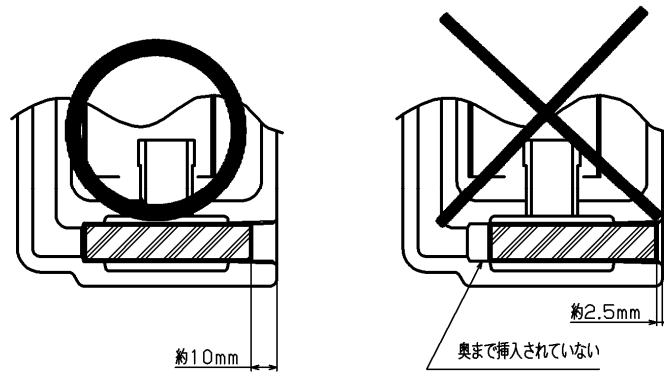

図4
- (1) 六角ボルト⑬を取り外し、ふた②を持ち上げれば各部品が取り出せます。
- (2) ふた②よりスピンドル⑧を引き抜いて、レバーP ⑥及びバケットP ③を外します。
- (3) スクリーン⑨は、プラグ⑫を外して取り出してください。
- (4) 組立は、分解手順の逆に行ってください。ガスケットは新品に交換してください。
(4-1) スクリーン⑨の組立に際して、奥まで確実に挿入されていることを確認後、プラグ⑫の締め付けを行ってください。(図4参照)